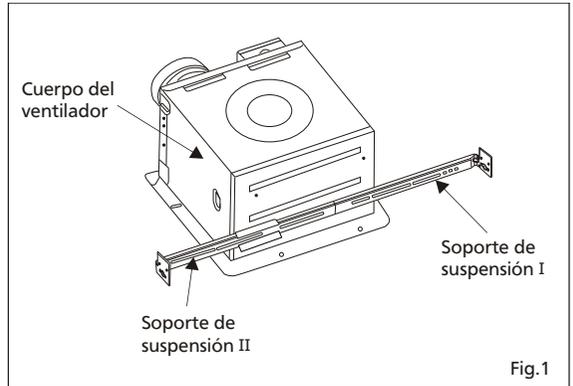

Fig.1
2. Inserte el soporte de suspensión I y II en el cuerpo del ventilador. (Seleccione los orificios de conexión del soporte de suspensión que se indican a continuación) (Fig. 1)